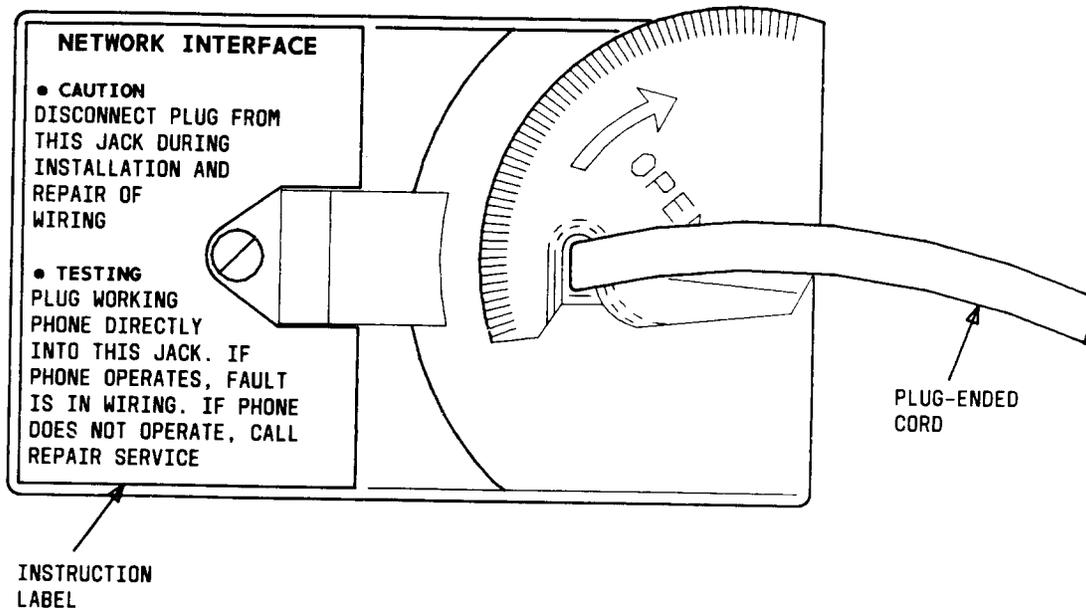

Fig. 2—625TD or 625TD-2 Connecting Block
- (d) Plastic covered silver foil instruction label (Fig. 2).